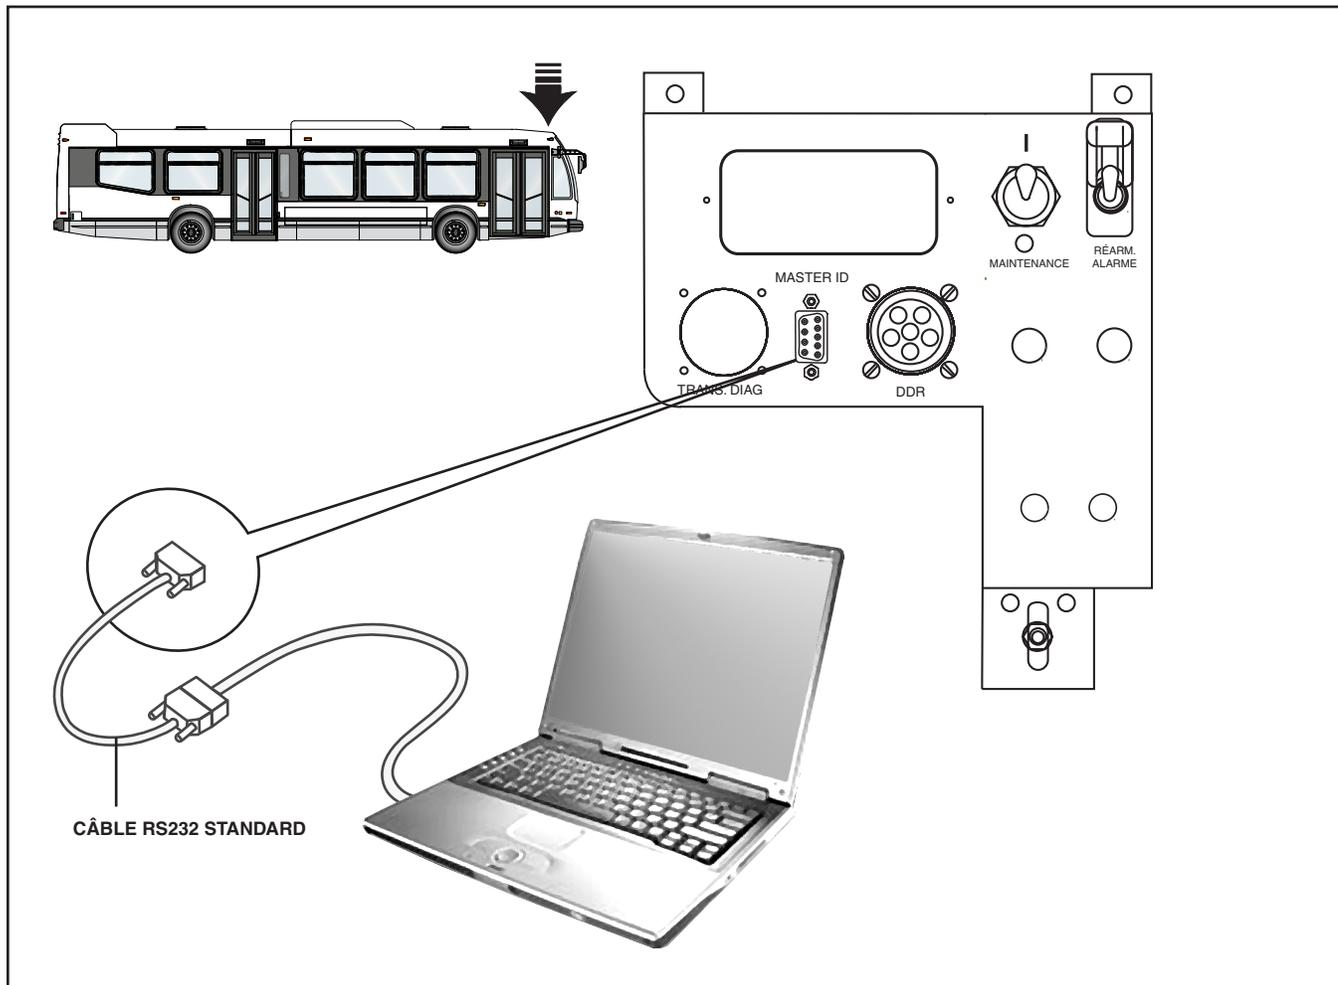

Figure 4 - Branchement de l'ordinateur au connecteur du Master ID (typique)
3. Connecter un ordinateur au connecteur **MASTER ID**, situé sur le panneau supérieur gauche, à l'aide d'un câble série RS232 standard. Connecter d'abord le câble au connecteur **MASTERID**, puis le connecter à l'ordinateur portable. Voir Figure 4.
3. Connecter un ordinateur au connecteur **MASTER ID**. Pour de meilleurs résultats, utiliser un câble USB-série. Connecter d'abord le câble au connecteur **MASTER ID**. Ensuite, le connecter à l'ordinateur portable. Voir Figure 4.